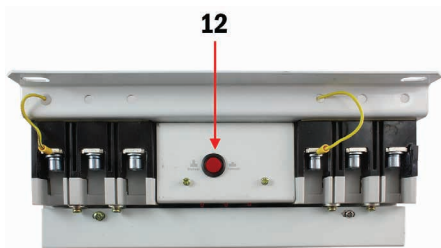

Рис. 2
- 1.1. Установите переключатель режима работы (п. 12, рис. 2) в ручной режим (Manual, кнопка ВЫКЛ).
- 3.1. Установите переключатель режима работы (п. 12, рис. 2) в автоматический режим (Automatic, кнопка ОТКЛ).